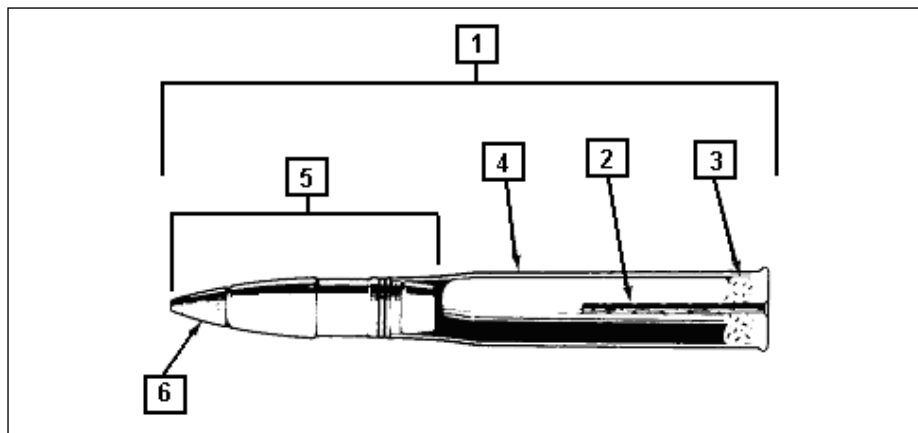

Fig 4-87. Munição do canhão 105 mm
A munição(1) para o Can 105 mm M68 é fornecida na forma de cartuchos engastados, que possuem todos os componentes necessários ao disparo do tiro. Cada cartucho é composto por uma estopilha elétrica(2), pela carga propulsora(3) contida num estojo(4) e um projétil(5). Dependendo do tipo de granada, pode haver uma espoleta(6) na ponta do projétil. Somente pode ser empregada a munição autorizada para o Can 105 mm M68, apresentada no parágrafo 4-32. (Fig 4-87)